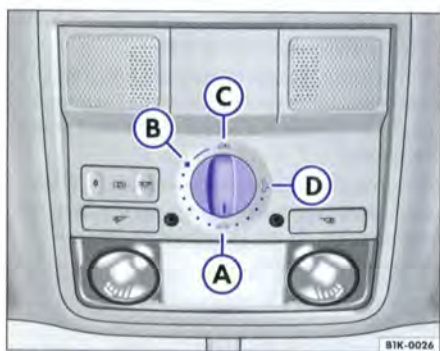

Fig. 31 Détail du ciel de pavillon : commande rotative du toit ouvrant coulissant/relevable
- Tournez la commande rotative en position ⇒ fig. 31 (B). Le toit s'ouvre jusqu'à la position confort, dans laquelle les bruits aérodynamiques sont atténués.
- Pour ouvrir le toit encore davantage, tournez la commande rotative en position (C) et maintenez-la en position jusqu'à ce que le toit atteigne la position souhaitée.